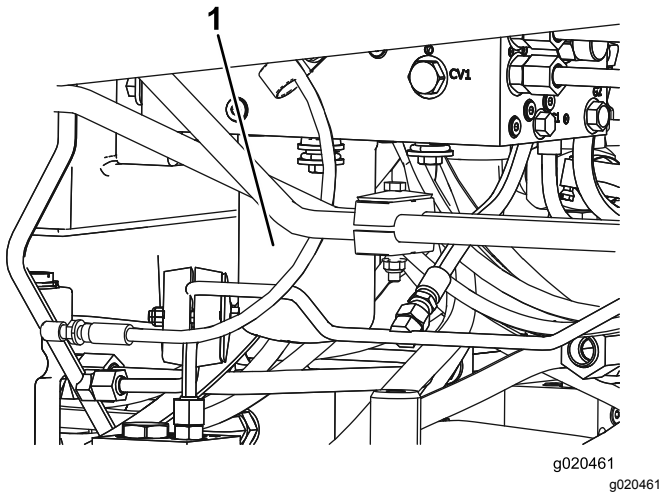

Figure 100
5. Procédez de même pour l'autre filtre (Figure 100).